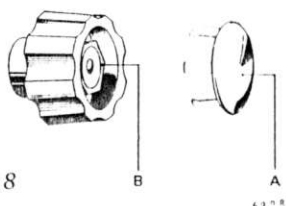

Fig. 8
- * Verwijder het dopje "A" (fig. 8).